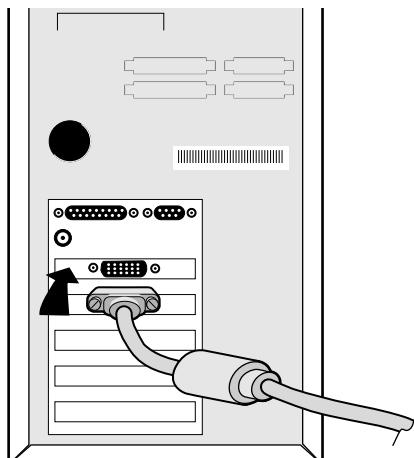
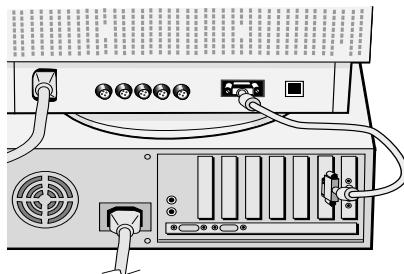

Abbildung A.1
Abbildung A.2
2. Beim PC: Schließen Sie den ein 15-poligen Mini-D-Sub-Signallabels an den Verbindungsstecker der Grafikkarte in Ihrem System an (**Abbildung A.1**) und stecken Sie das andere Ende in die Rückseite des Monitors (**Abbildung A.2**). Ziehen Sie alle Schrauben fest.